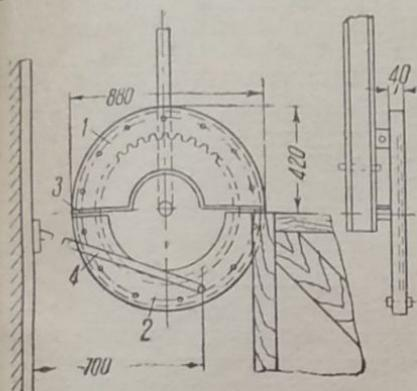

Рис. 4. Ограждение маятниковой пилы
На рис. 4 дано весьма оригинальное ограждение маятниковой пилы. Оно состоит из двух железных кожухов (1) и (2), укрепляемых на чугунной раме маятниковой пилы болтом (3). Нижний качающийся кожух (2) имеет тягу (4), которая в момент надвигания пилы опускает нижний кожух на величину, пройденную пилой. При возвращении маятниковой пилы в первоначальное положение нижний кожух автоматически поднимается и закрывает пильный диск.